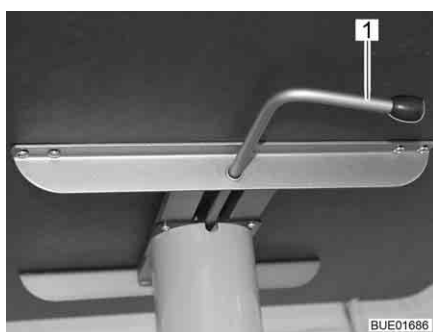
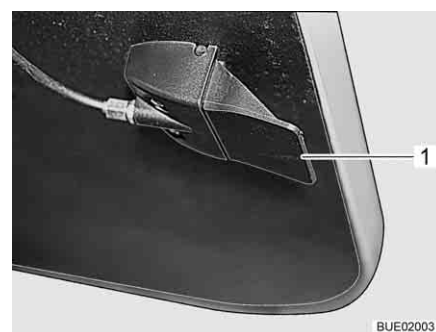

Fig. 76 Dispositivo de desbloqueo de la mesa elevadora
Fig. 77 Dispositivo de desbloqueo de la mesa elevadora (alternativa)
- Girar la palanca de bloqueo (Fig. 76,1) hacia la izquierda o bien pulsar la palanca de desbloqueo (Fig. 77,1). El bloqueo del mecanismo de elevación está abierto.
- Girar la palanca de bloqueo (Fig. 76,1) hacia la derecha (Fig. 76) o bien soltar la palanca de desbloqueo (Fig. 77,1). El mecanismo de elevación está bloqueado.
- Girar la palanca de bloqueo (Fig. 76,1) hacia la izquierda. El bloqueo del mecanismo de elevación está abierto. El tablero de la mesa se desplaza hacia arriba hasta el tope.
- Girar la palanca de bloqueo hacia la derecha (Fig. 76). El mecanismo de elevación está bloqueado.